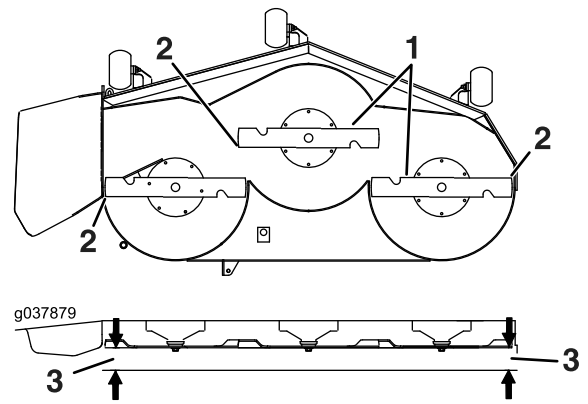

Figura 79
6. Măsurai de la vârful lamei până la suprafața plană (Figura 79). Dacă ambele măsurători nu sunt mai mici de 5 mm, reglați planeitatea; continuați cu această procedură.
14. Rotii cu atenție lamele dintr-o parte în cealaltă (Figura 79).